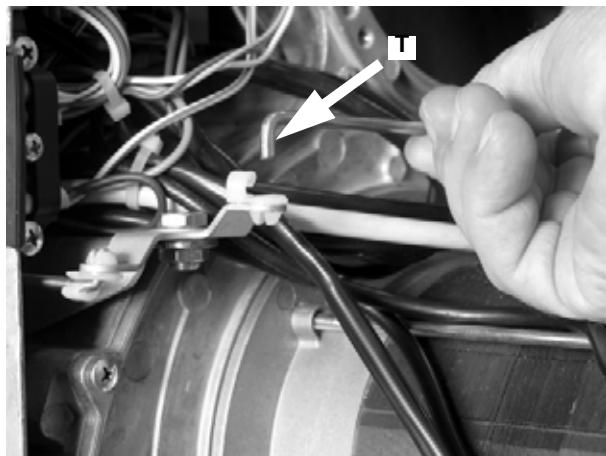

Рис. 53
- Вынуть анкерный болт Т с гнезда, как указано на Рис. 53 .
- Установить на место анкерный болт Т (Рис. 53).